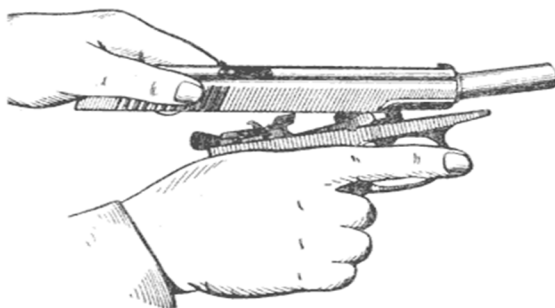
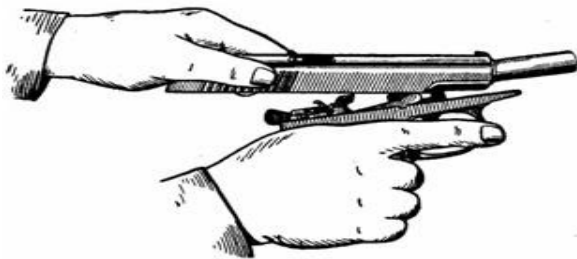

Рис. 6. Введение свободного конца возвратной пружины в канал затвора
Рис. 7. Присоединение затвора к рамке
2. Присоединить затвор к рамке. Удерживая рамку за рукоятку в правой руке, а затвор в левой, ввести свободный конец возвратной пружины в канал затвора (рис. 6) и отвести затвор в крайнее заднее положение так, чтобы дульная часть ствола прошла через канал затвора и выступила наружу (рис. 7). Опустить задний конец затвора на рамку так, чтобы продольные выступы затвора поместились в пазах рамки, и, прижимая затвор к рамке, отпустить его. Затвор под действием возвратной пружины энергично возвращается в переднее положение. Включить предохранитель (поднять флажок вверх).